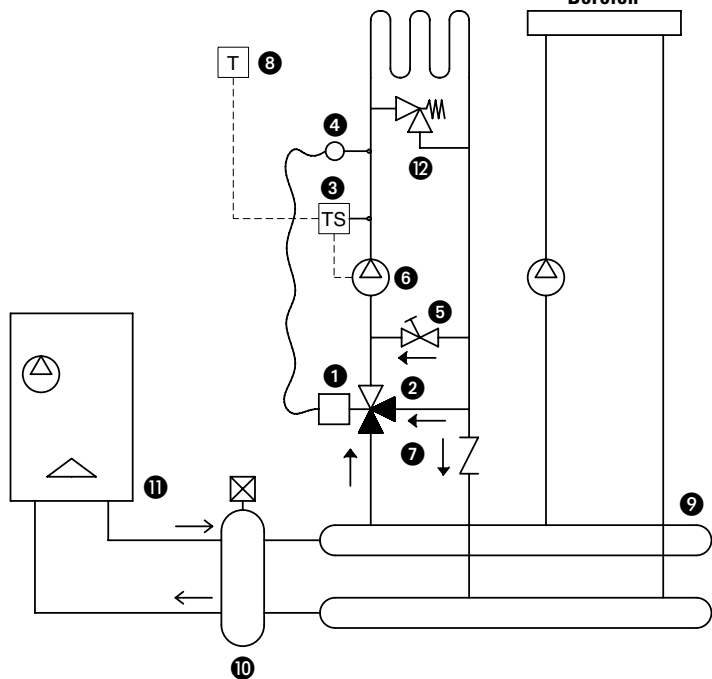

Abb.1
Das Thermostatelement des Kopfes ist über ein Kapillar mit dem Tauchfühler verbunden ❸, der die Temperatur der Flüssigkeit nach der Umwälzpumpe feststellt (siehe Abbildung 1).